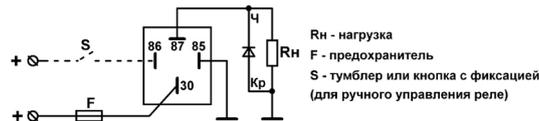

Рис.1
1.1 Подключить реле в соответствии со схемой (рис.1).
2.1.1 Настройку реле проводить при подключении в соответствии со схемой рис.1 (без тумблера) и таблицей.